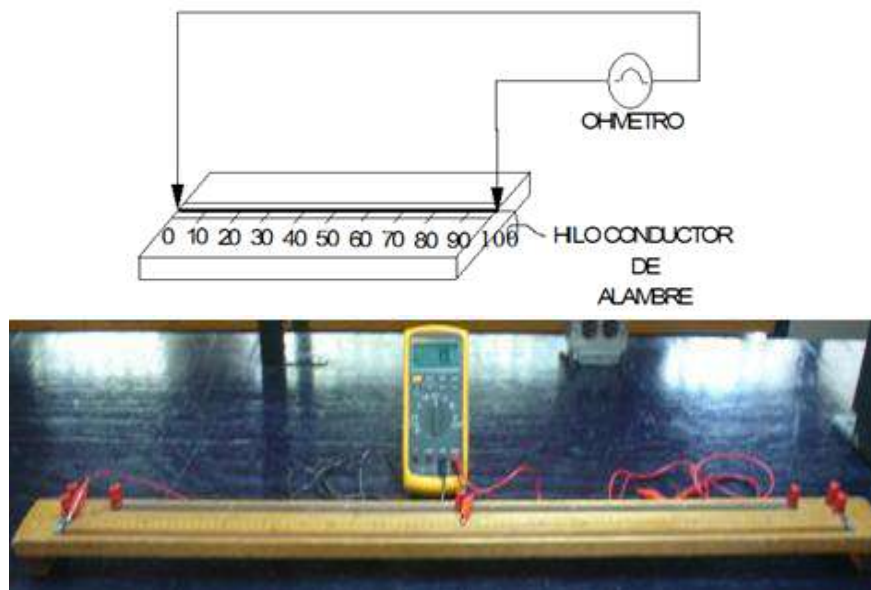

Figura 4.5. Medición de la resistencia óhmica en función de la longitud
f) Conecta los elementos como se muestra en la figura 4.5.